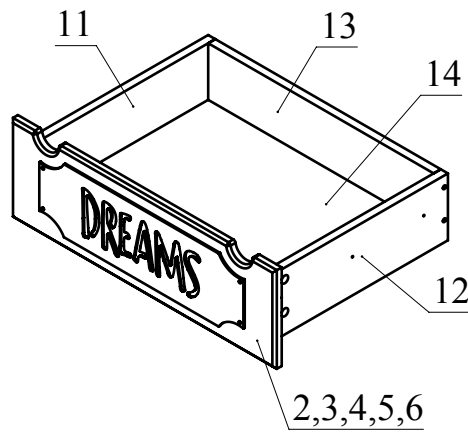
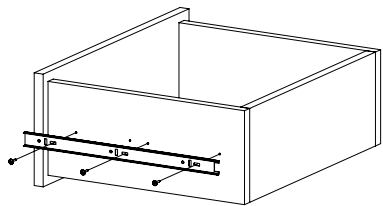

Рис.5
Рис.6
3. Соберите ящики. Для этого соедините детали 12 и 13 с деталью 14 при помощи конфирмат. Затем вставьте деталь 15 в пазы деталей 12, 13, 14. Соедините деталь 2 с полученной конструкцией и затяните головки минификс (Рис.5). Закрепите внутренние планки направляющих на деталях 12 и 13 шурупами 3,5х16 (Рис.6). Остальные ящики собираются аналогично.